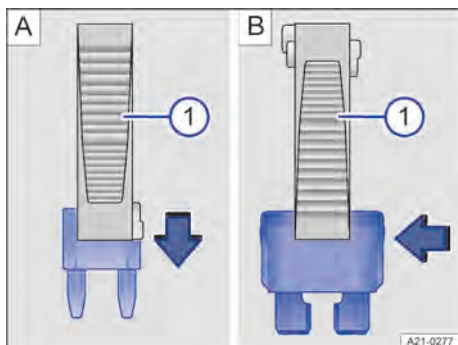

Fig. 194 Extraction ou mise en place du fusible (schéma de principe)
1. Si nécessaire, retirez la pince en matière plastique → fig. 194 ① du cache de la boîte à fusibles concernée.
2. En fonction de la version du fusible, faites glisser par le haut → fig. 194 A ou latéralement → fig. 194 B sur le fusible l'agrafe appropriée de la pince en plastique.
4. Si le fusible est grillé, remplacez-le par un fusible neuf de même intensité (même couleur et mêmes inscriptions) et de même taille → ①.